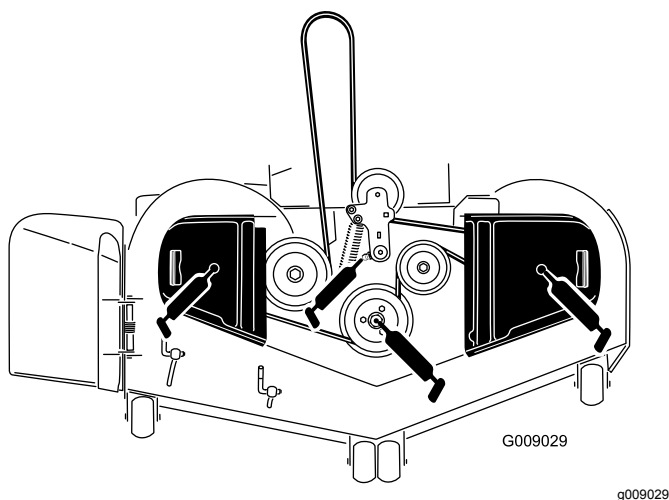

Figura 48
3. Ingrassate il perno orientabile della puleggia tendicinghia del piatto di taglio fino a quando il grasso non fuoriesce dalla parte inferiore (Figura 48).
4. Se la vostra macchina è dotata di fuselli ingrassabili, ingrassate i 3 cuscinetti dei fuselli fino a quando il grasso non fuoriesce dalle tenute inferiori (Figura 48).